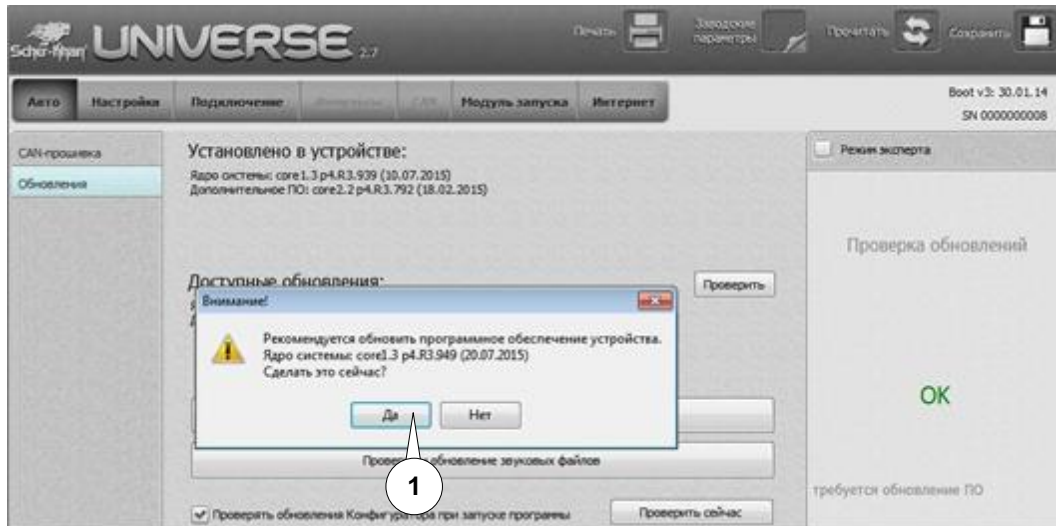

Рис. 2:
- после успешного подключения программа **«Конфигуратор Universe»** проверит версию программного обеспечения устройства, и, если будет доступна новая версия, предложит его обновить (см. рис. 2);